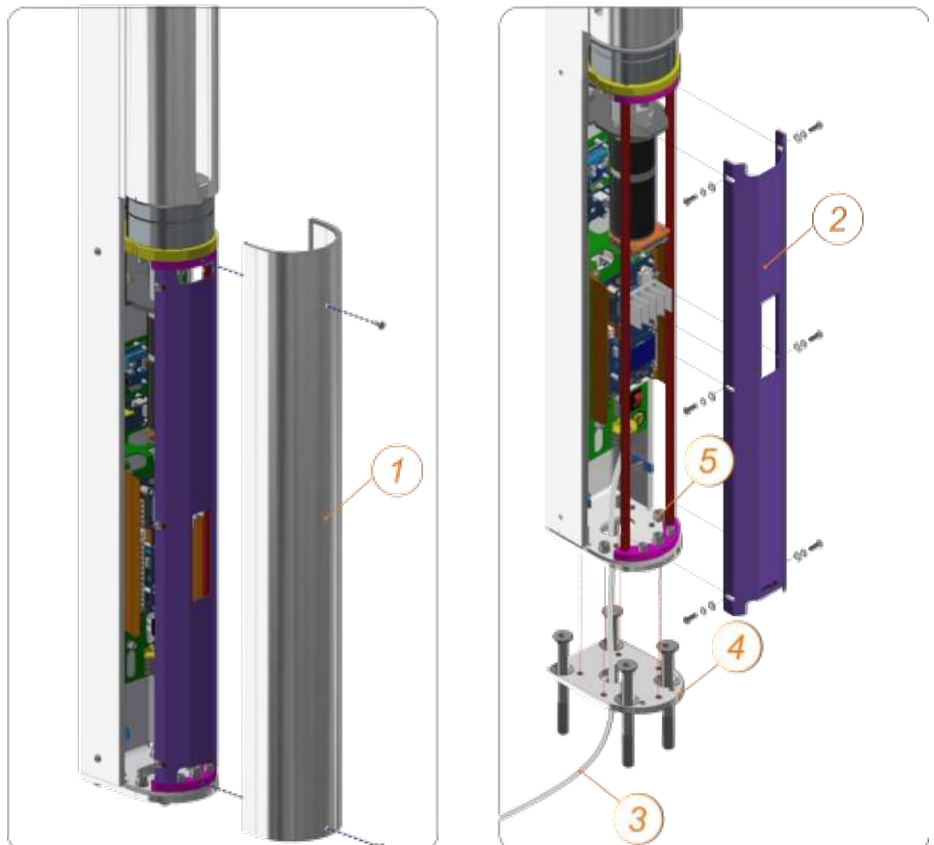

Рис.17 – Встановлення і кріплення стійки турнікету
8) Для доступу до кріпильних та технологічних отворів основи та клемних колодок турнікета-хвіртки необхідно (*Рис.17*):